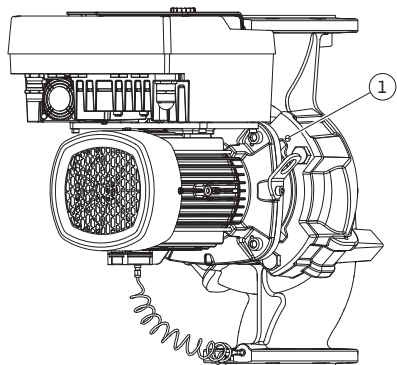
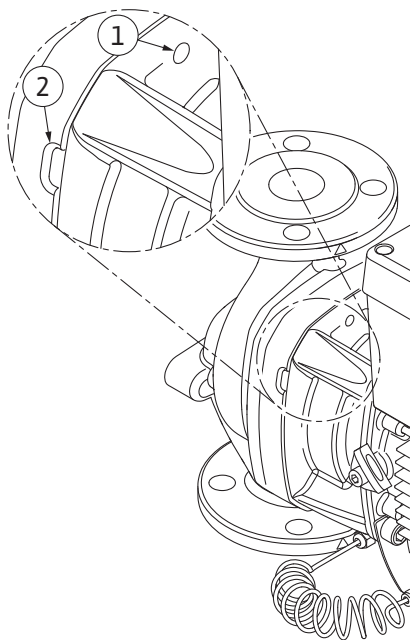

Fig. 104: Aftrykning af indstikssættet via gevindhuller
Fig. 105: Gevindboringer og slidser til afmontering af indstikssættet fra pumpehuset
11. Løsn skruen (Fig. I/III, pos. 10, Fig. II/IV, pos. 29), der holder holdepladen til differensstryktransmitteren. Træk differenstryktransmitteren (Fig. I, pos. 8) med holdepladen ud til siden og lad den hænge i trykmåleledninger (Fig. I, pos. 7). Kobl tilslutningskablet til DDG i elektronikmodulet af, eller løsn det på stikforbindelsen, og træk det af.
12. Ved pumpetype (Fig. III, IV) løses skruerne pos. 29. Brug de to gevindboringer (Fig. 104, pos. 1), der ligger ved siden af, og anvend egnede skruer (f.eks. M10 x 25 mm), der er stillet til rådighed på opstillingsstedet. Tryk indstikssættet af pumpehuset. Anvend til pumpetype (Fig. I og Fig. II) de to gevindboringer M10 (se Fig. 105), og anvend egnede skruer stillet til rådighed på opstillingsstedet (f.eks. M10 x 20 mm). Ved aftrykning kan slidserne (Fig. 105, pos. 2) også anvendes. Sæt til dette formål f.eks. to skruetrækkere på, og anvend dem som håndtag. Efter ca. 15 mm føres indstikssættet ikke længere i pumpehuset.